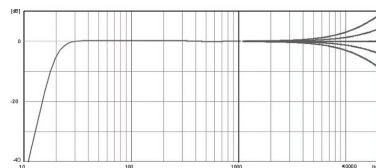

Abbildung 6
- Der *>6 kHz* Schalter ist ein Shelffilter (Kuhschwanzfilter) mit dem die Frequenzen oberhalb von 6 kHz progressiv, d.h. allmählich angehoben oder abgesenkt werden können (s. Abb. 6).